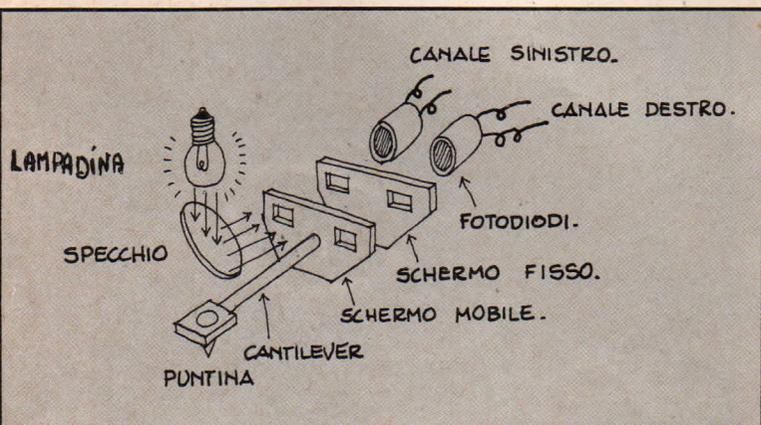

Fig. 13: Costituzione del pick-up «fotoelettronico».
3) *Pick-up «fotoelettronico»* (Fig. 13).